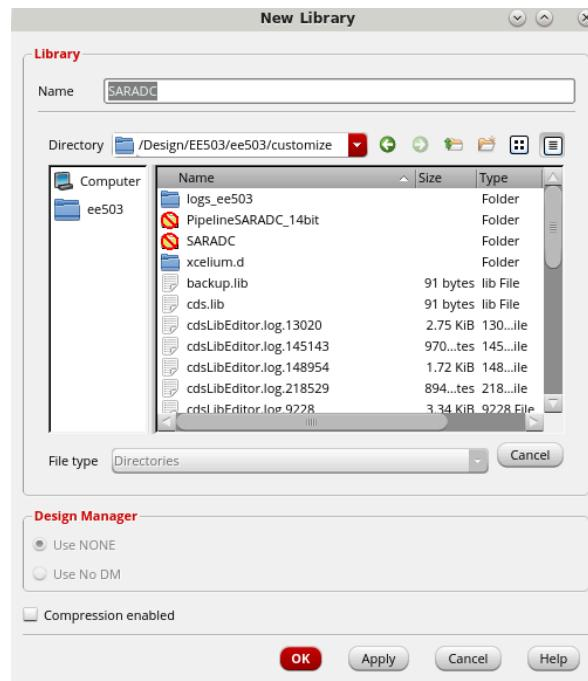

图 4 创建新的设计库
3. 在弹出的如图 4 所示的对话框中, 创建一个新的设计库 (Library), 命名为 SARADC。